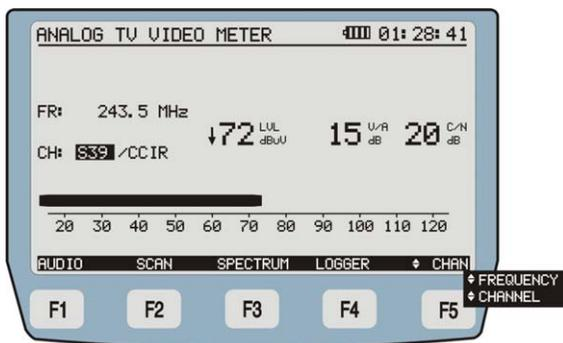

Figure 31.- Écran des mesures pour portuses de vidéo analogique.
- VIEW [F3]:** Visualiser les données stockées dans le Logger sélectionné (voir Figure 31). Appuyez sur la touche [F1] ou [F5] pour revenir sur l'écran précédent (**LOGGER**).